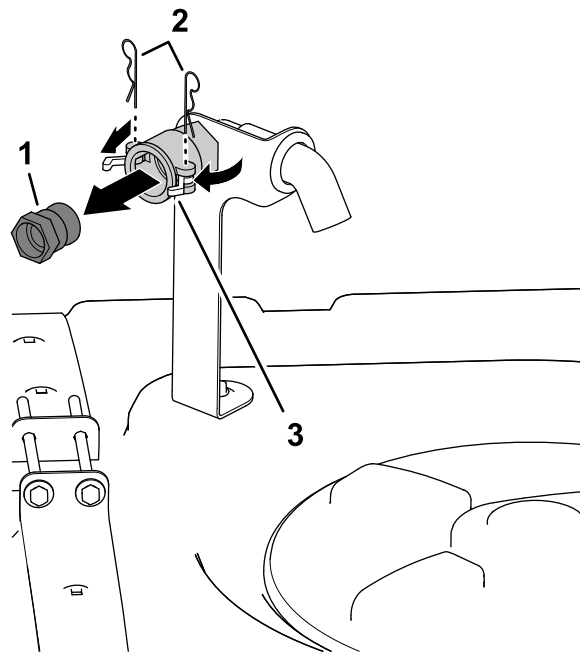

Рисунок 4
1. В передней правой части крышки бака извлеките 2 игольчатых шплинта, которые крепят защелки быстроразъемного соединителя противосифонной входной части бака (Рисунок 4).
2. Откройте защелки, чтобы отсоединить быстроразъемный штуцер от быстроразъемного соединителя (Рисунок 4).
3. Снимите быстроразъемный штуцер с быстроразъемного соединителя (Рисунок 4).
4. Закройте защелки и вставьте игольчатые шплинты во фланцы быстроразъемного соединителя (Рисунок 4).